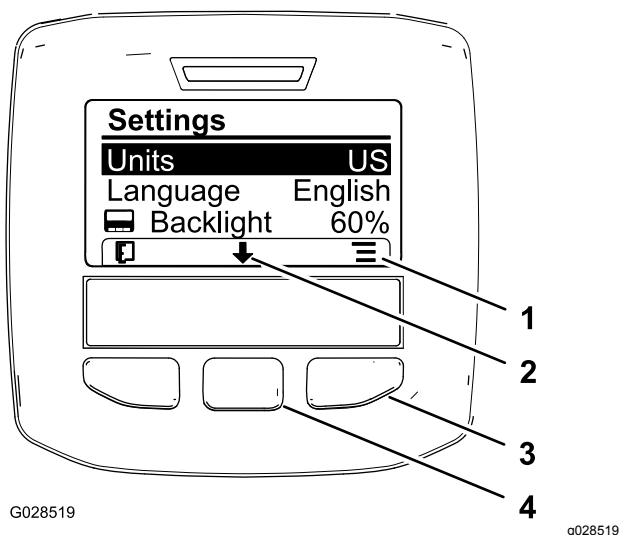

Figura 63
2. Para alterar a unidade de medida, pressione o botão de seleção direito para alterar as unidades de medida indicadas (Figura 63).
3. Para alterar o idioma utilizado no ecrã, pressione o botão de seleção central (o botão por baixo do ícone de seta para baixo no ecrã) e percorra a lista até à opção de idioma (**Figura 63**).
4. Se pressionar o botão de seleção direito (o botão por baixo do ícone de lista no ecrã), realça o idioma da lista utilizado no ecrã (**Figura 63**).
6. Carregue no botão de seleção esquerdo para regressar ao menu principal (**Figura 63**).